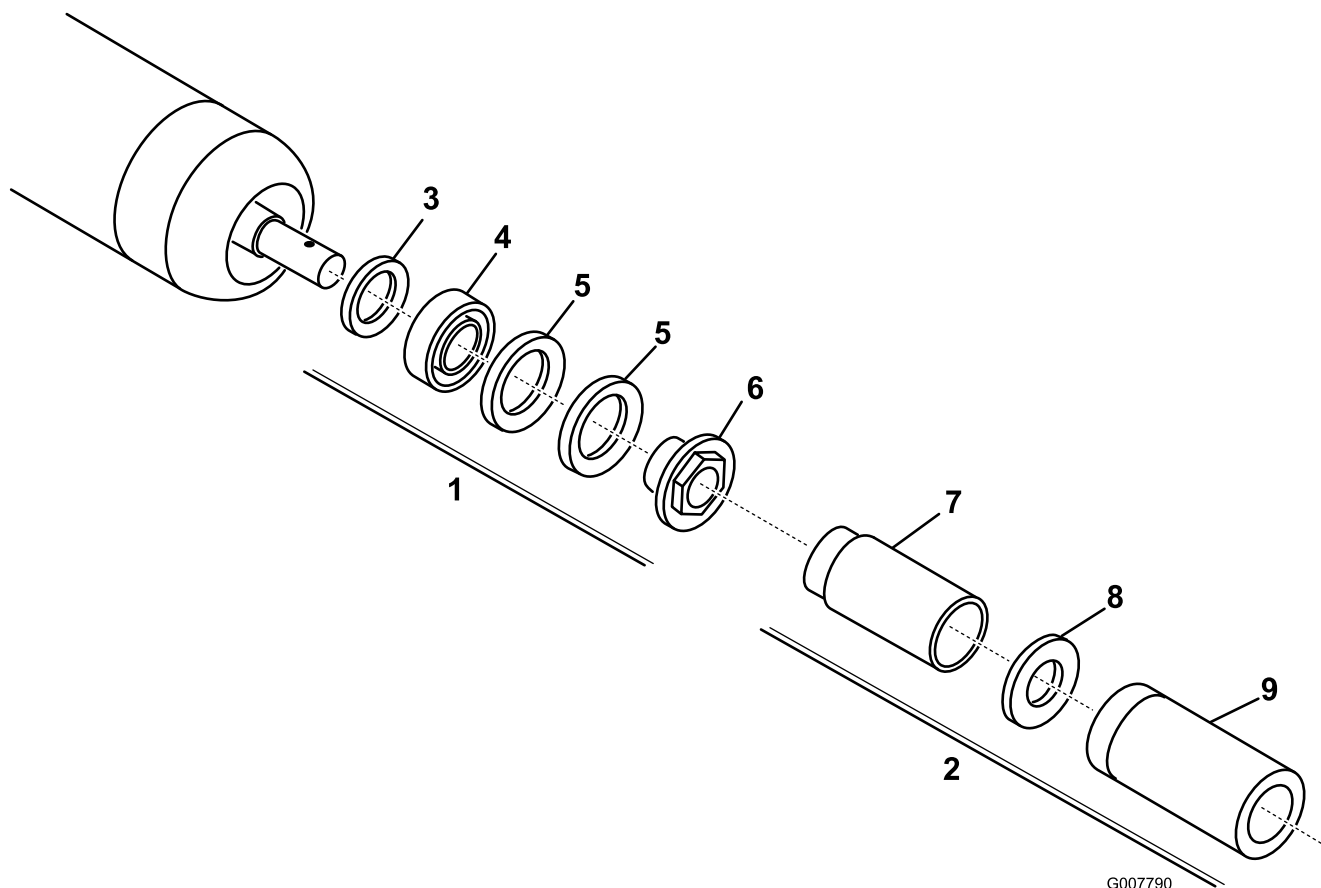

**Figura 30**
9. Sujete la barra de asiento a cada chapa lateral con los pernos de la barra (con tuercas en los pernos) y las 6 arandelas. Debe colocarse una arandela de nylon en cada lado del saliente de la chapa lateral. Coloque una arandela de acero por fuera de cada arandela de nylon (Figura 30). Apriete los pernos de la barra de asiento a 37-45Nm. Apriete las contratuercas hasta que la arandela de acero exterior deje de girar, y la holgura quede eliminada, pero no apriete demasiado ni desvíe las chapas laterales. Las arandelas del interior pueden tener cierta holgura (Figura 28).
1. Retire todas las piezas (consulte las *Instrucciones de instalación* del Kit HD DPA Modelo 120-7230 y Figura 30).
2. Aplique antigripante al interior del alojamiento de los casquillos del bastidor central de la unidad de corte (Figura 30).
3. Alinee los salientes de los casquillos con brida con las ranuras del bastidor, e instale los casquillos (Figura 30).
4. Instale una arandela ondulada sobre el eje del ajustador e introduzca el eje del ajustador en los casquillos con brida del bastidor de la unidad de corte (Figura 30).
5. Sujete el eje del ajustador con una arandela plana y una contratuerca (Figura 30). Apriete la contratuerca a 20-27 N-m.